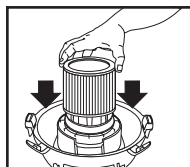

FIGURE 14
18. Alors que le couvercle du réservoir est renversé, glissez la cartouche filtrante vers le bas, sur le support de couvercle, et poussez jusqu'à ce que les joints du filtre reposent contre couvercle. **FIGURE 14.**